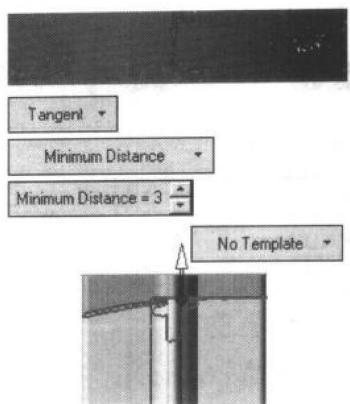

图 1-10
- (3) 从电极向导工具栏中选择 Extension (延伸曲面) 的图标 .
- (4) 将 Length (长度) 的选项改为 Minimum Distance (最小距离)，Minimum Distance (最小距离) 的数值改为“3”，如图 1-10 所示。
- (5) 在特征向导中选择 Apply (应用) 的图标。
- (6) 此时系统会自动选取顶部的边界进行延伸。将 Tangent (切线) 改为 Directions (方向)，Length (长度) 改为 To Blank (到底座)。